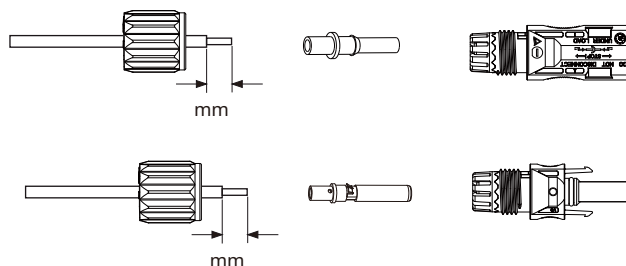

Imagen 3.3 Desmontar la tuerca de la tapa del conector
- a) Pele el cable de CC aproximadamente 7 mm y desmonte la tuerca de la tapa del conector (ver imagen 3.3).